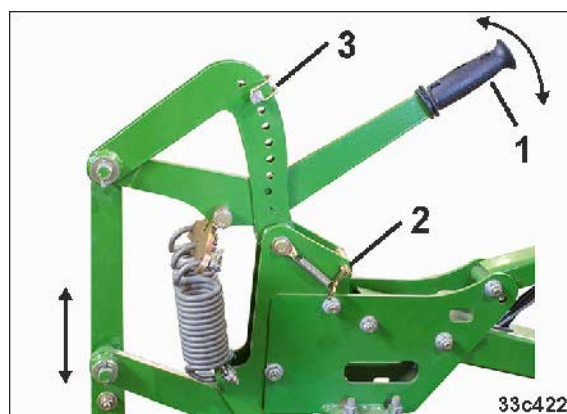
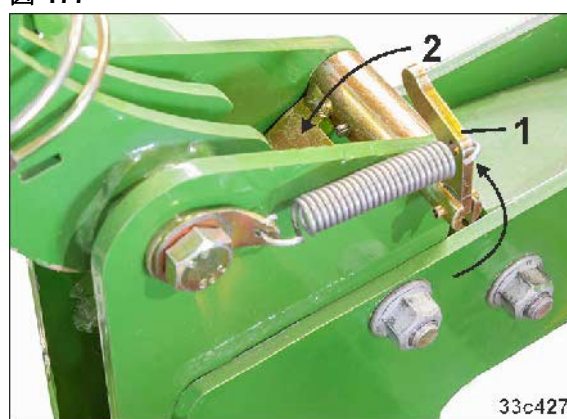

図 177
図 178
2. ローラー圧力の設定は、すべての調整パーツにおいて、調整レバー (図 177/1) を同等に調節させることにより行います。
- 2.2 ロックレバー (図 177/2) が作業位置 (図 178/1) にあることを確認します。
(図 178/2)
3. 調節レバー (図 177/1) を所望の方向に移動させます。